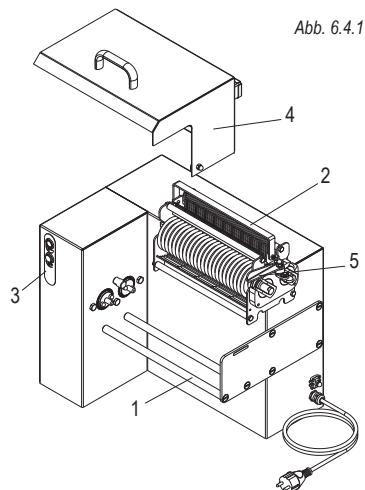

Abb. 6.4.1
- Drehen Sie um 90 ° nach links und schieben Sie die verriegelte Messerabdeckung (Ref. 4 Abb. 6.4.1). Die Messerschutzvorrichtung wird entfernt.
- Hängen Sie den Hebel des Messerkorbes ab (Ref. 5 Abb. 6.4.1).
- Nehmen Sie den Korb (ref. 2 Abb. 6.4.1) mittels des Griffes von den Ständen des Grundgestells weg und ziehen Sie ihn so, dass die Messerstifte aus dem Schubbetrieb herauskommen.
- Stellen Sie den Korb auf die Stangen des Grundgestells (Ref. 1 Abb. 6.4.1)
- Heben Sie die verriegelte Messerschutzvorrichtung an (Ref. 4 Abb. 6.4.1)
- Drehen Sie den Griff des Klingenkorbs (Ref. 5 Abb. 6.4.1), so dass die Stifte der Messerrollen bis zum Einhaken in die Zugstifte eingerückt werden.
- Schließen Sie die verriegelte Messerschutzvorrichtung (Ref. 4 Abb. 6.4.1).
- Betätigen Sie die Befehle (Ref. 3 Abb. 6.4.1) zum Starten und Stoppen der Maschine.
Manipulieren den Messerkorb immer mittels des eigens dazu bestimmten Griffes (Ref. 2 Abb. 6.4.1) und schützen Sie Ihre Hände mit schnittfesten Handschuhen aus Kevlar.